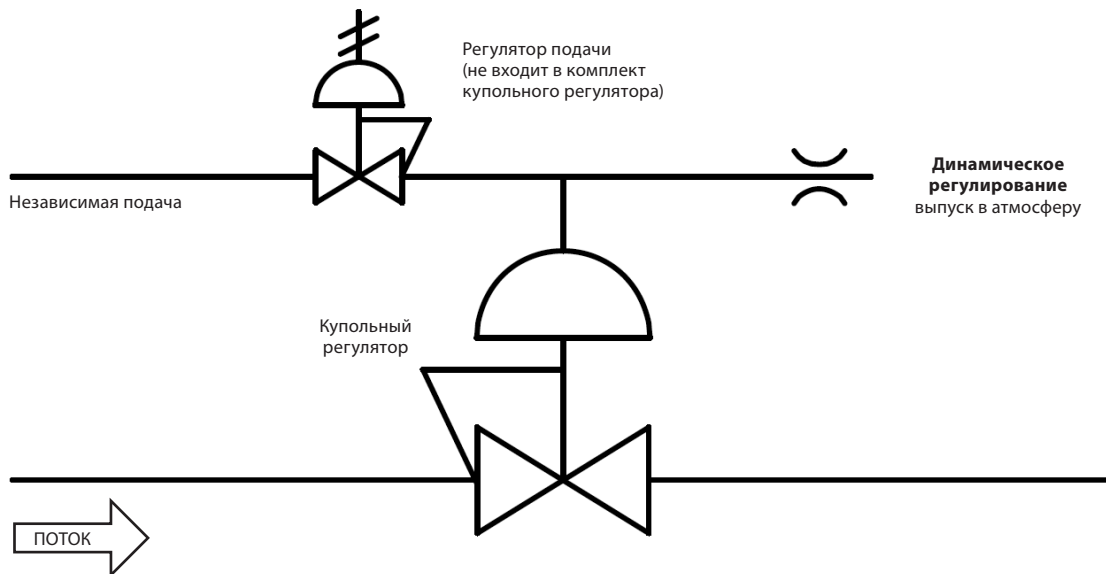

Рис. 4
- **Внешнее управление куполом.** В этом варианте давление в куполе приходит от независимого источника, например, баллона или общей магистрали (Рис. 4). Наилучшие характеристики достигаются, если через пилотный регулятор постоянно идет небольшой поток рабочей среды. Данный поток необходимо отводить через диафрагму (Рис. 4). Это явление известно как «динамическое регулирование.» Данная конфигурация поставляется для жидких сред.